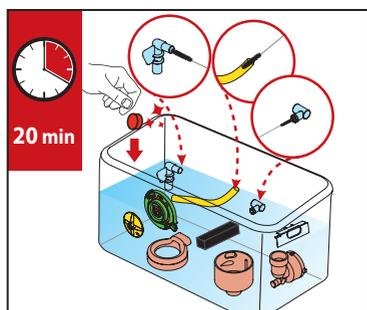

Fig.1
1. Placez toutes les pièces du système de mélange dans un évier avec un produit de nettoyage de qualité alimentaire approuvé localement et de l'eau chaude et laissez tremper pendant environ 20 minutes. (voir Fig.1)